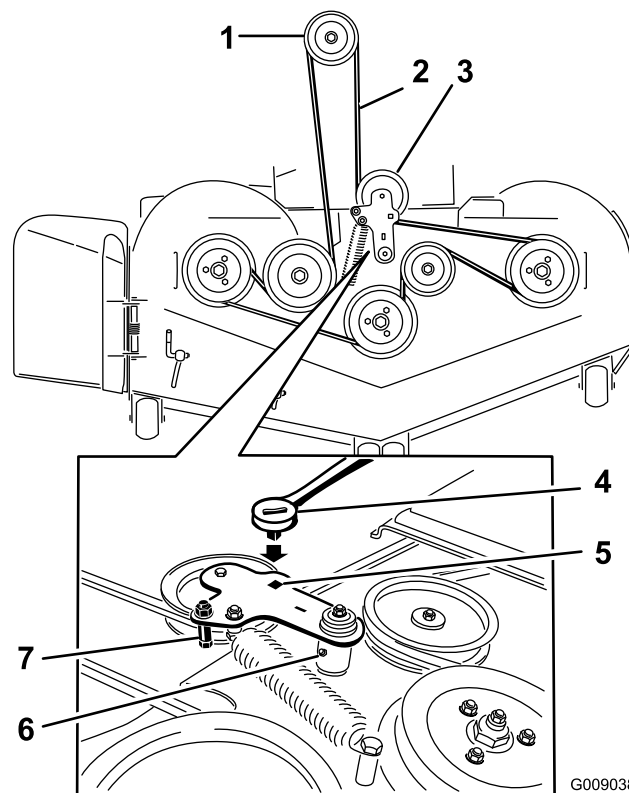

Figure 78
10. Montez le guide de courroie sur le bras de la poulie de tension, comme montré à la Figure 78.
11. Insérez le rochet dans le trou carré et montez le ressort de la poulie de tension (Figure 78).
5. Insérez un rochet dans le trou carré du bras de la poulie de tension pour détendre le ressort de la poulie de tension (Figure 78).
7. Enlevez le guide de courroie situé sur le bras de la poulie de tension rappelée par ressort, comme montré à la Figure 78.
9. Acheminez la courroie neuve autour des poulies du tablier de coupe et de la poulie d'embrayage, sous le moteur (Figure 78).